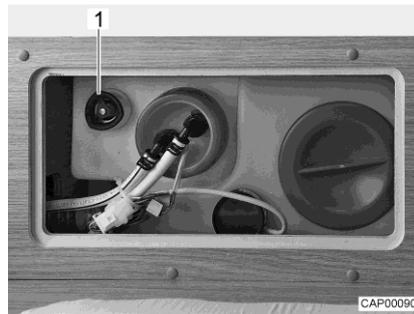

Fig. 69 Réservoir d'eau avec poignée tournante
- Faire tourner à fond dans le sens des aiguilles d'une montre la poignée tournante (Fig. 69,1) située sur le réservoir d'eau.
- Faire tourner la poignée tournante (Fig. 69,1) située sur le réservoir d'eau dans le sens inverse des aiguilles d'une montre jusqu'à ressentir une résistance. L'eau s'écoule, env. 20 litres restent.